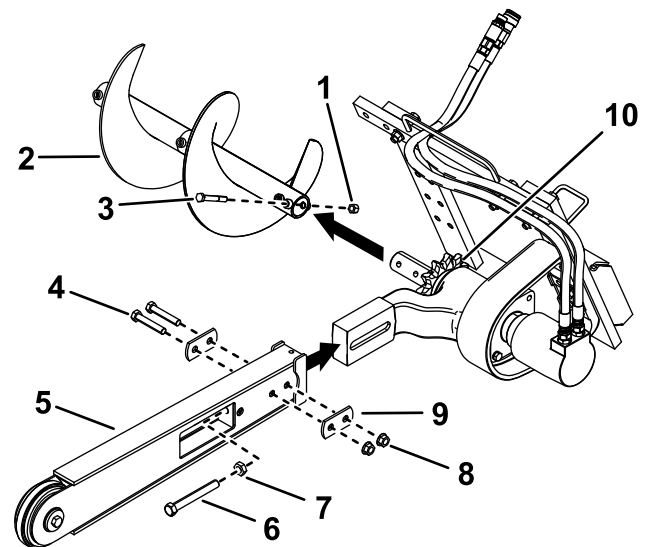

Figura 3
3. Îndepărtați urubul și piulia care fixează melcul pentru material excavat și îndepărtați melcul (Figura 3).
4. Îndepărtați cele 2 uruburi (5/8 x 3 1/2"), 2 piulie (5/8") și 2 aibe duble de pe părțile laterale ale braului (Figura 3).
5. Slăbiți urubul de reglare și contrapiulia (Figura 3).